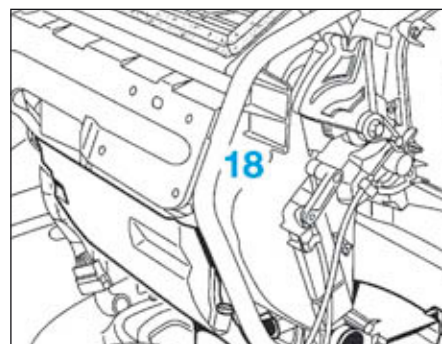

FIG.48
- Déposer le boîtier répartiteur (18) (Fig.48).